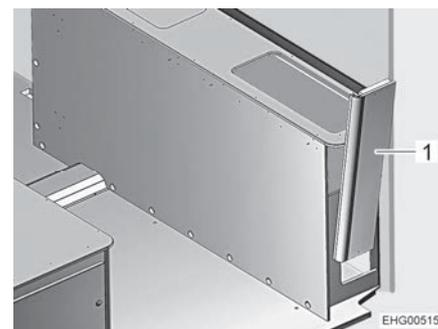

Fig. 108 Coffre de banquette droit, paroi latérale
- Retirer la paroi latérale (Fig. 108,1) par le haut en exerçant de légères secousses.